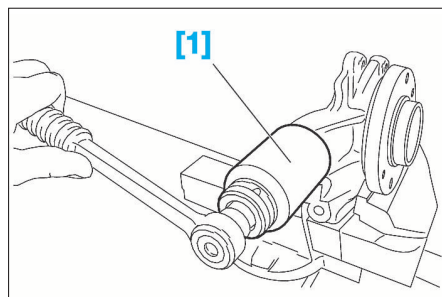

FIG. 24
- Déposer la rotule de pivot (2) à l'aide de l'outil [1] (douille genre FACOM NK.41L) (Fig.24).